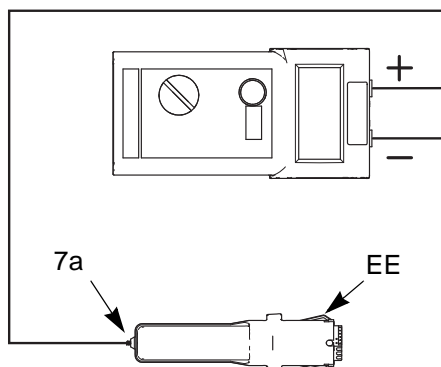

FIG. 15 . Test de la résistance de l'alimentation électrique
1. Débranchez l'alimentation électrique (7). Consultez la section **Dépose et remplacement de l'alimentation électrique**, page 33.
2. Retirez la turbine (8) du bloc d'alimentation électrique. Consultez la section **Dépose et remplacement de la turbine**, page 34.
3. Mesurez la résistance entre les barrettes de terre de l'alimentation électrique (EE) et le ressort (7a). Pour les pistolets de 85 kV, la résistance doit être comprise entre 130 et 160 mégohms. Consultez la FIGURE 15.